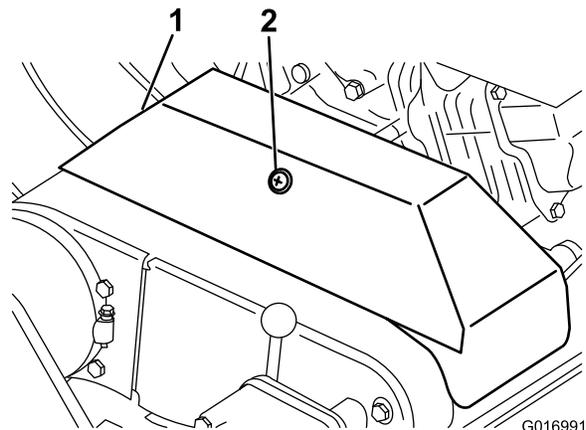

Bild 39
2. Lsen Sie den Halter, mit dem die Treibriemenabdeckung befestigt ist. Drehen Sie die Abdeckung, um sie zu ffnen (Bild 39).
2. L­osen Sie den Halter, mit dem die Treibriemen­abdeckung befestigt ist. Drehen Sie die Abdeckung, um sie zu ­offnen (Bild 39).